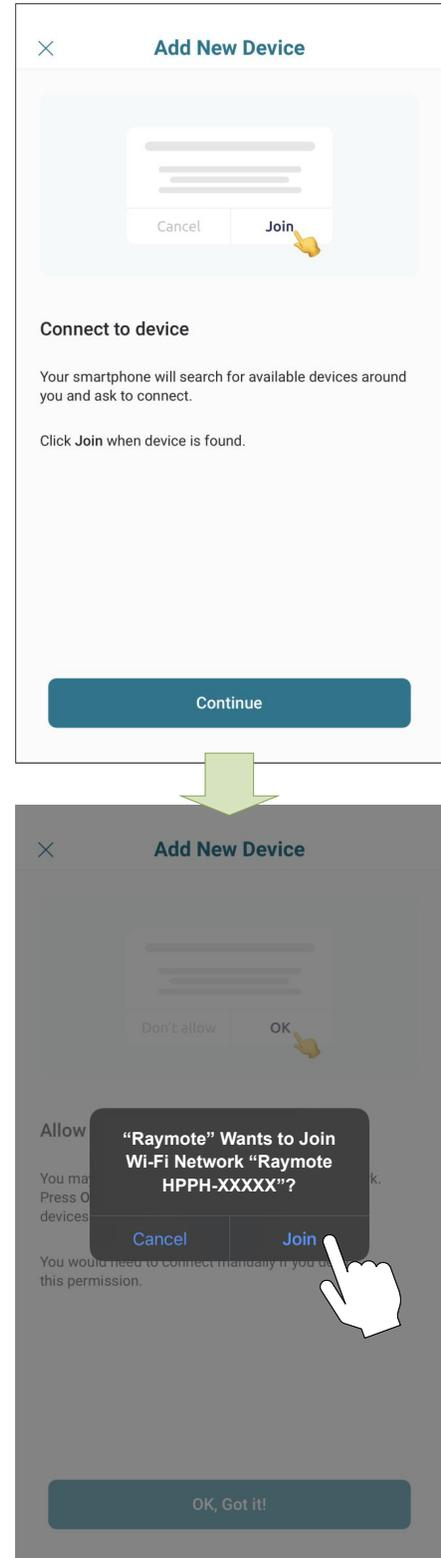

Figure 78. Connexion avec un téléphone mobile iPhone
4. **Sur iPhone:** L'application Raymote recherche les appareils de chauffage à proximité. Si plusieurs appareils sont prêts à être connectés, rapprochez-vous de l'appareil que vous souhaitez connecter en premier. Appuyez sur « Join » (Rejoindre) pour sélectionner l'appareil qui correspond à l'identifiant de réseau, ou appuyez sur « Cancel » (Annuler) pour recommencer le processus. Voir Figure 78.